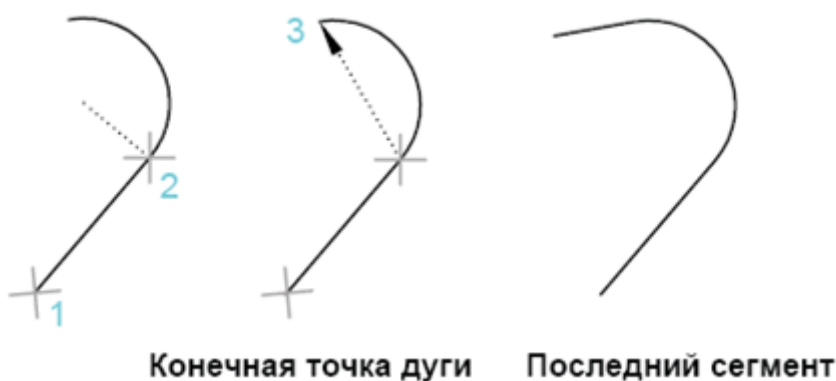

Рисунок 31. Построение полилинии с дуговым сегментом
- 1. Выберите в меню "Черчение" - "Полилиния" (L).
- 2. Постройте сегмент полилинии (т. 1 и т. 2 - см. рис. 31).